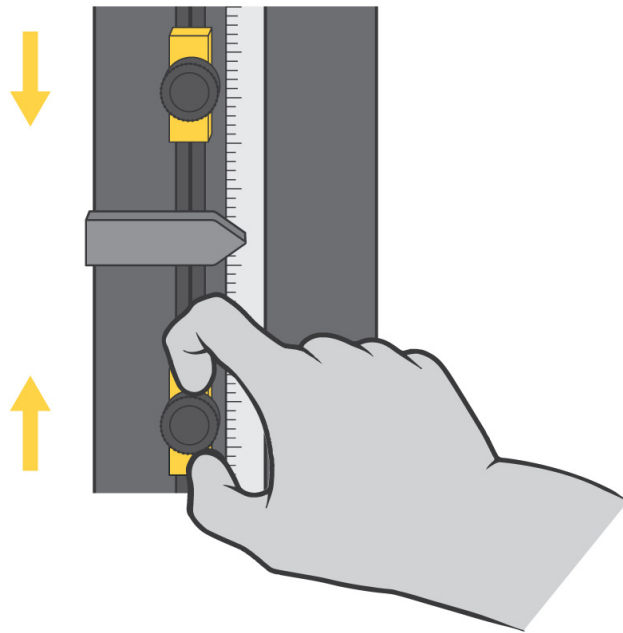

Abbildung 18. Einstellung der Fahrwegsanschlage
Die Fahrwegsanschläge sind zwei einstellbare Blöcke auf der Begrenzungsschalter-Stange, die sich in der Säule der Maschine befindet, wie in Abbildung 18 auf Seite 109 gezeigt. Die Fahrwegsanschläge (1 und 2) haben Rändelschrauben, mit denen sie von Hand gelöst und angezogen werden können, damit Sie die Anschläge auf die gewünschte Position auf der Begrenzungsschalter-Stange verschieben können. Richten Sie die Anschläge kurz außerhalb des für den Versuch erforderlichen Bereichs ein. Wenn die Traverse den maximalen eingestellten Fahrweg erreicht, berührt die Begrenzungsschalter-Betätigung (3) einen der Anschläge. Der Kontakt zwischen der Schalterbetätigung und dem Fahrwegsanschlag bewegt die Begrenzungsschalter-Stange (4) und aktiviert die Grenzschar. Damit wird die Traversenbewegung gestoppt.